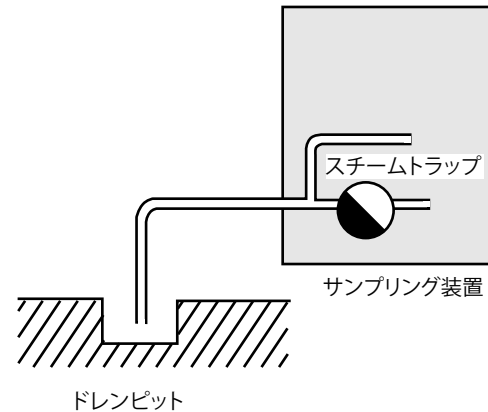

図3.18 スチームトラップ排出側の配管
- (2) サンプル装置の “CONDENSATE OUT” に施す配管の先端は、大気に開放してください（図 3.18 参照）。